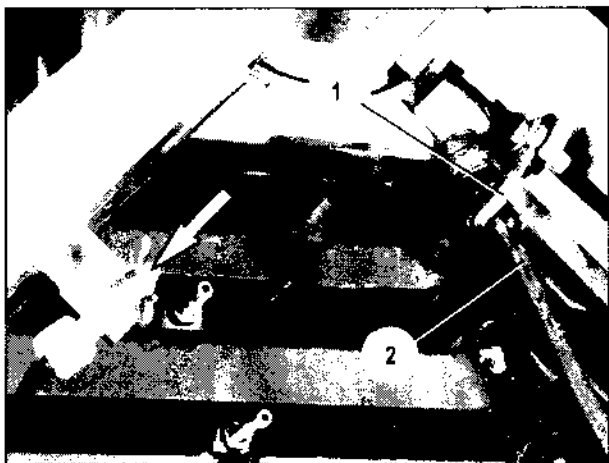

Bild 118
48. Steuerkabel (Bild 118/2) der Antennendrehvorrichtung von der Steckdose am unteren Antennenschwenkgetriebe trennen und in den Karabinerhaken (Bild 118/1) einhängen. Stecker und Steckdose mit Schutzkappen verschließen.